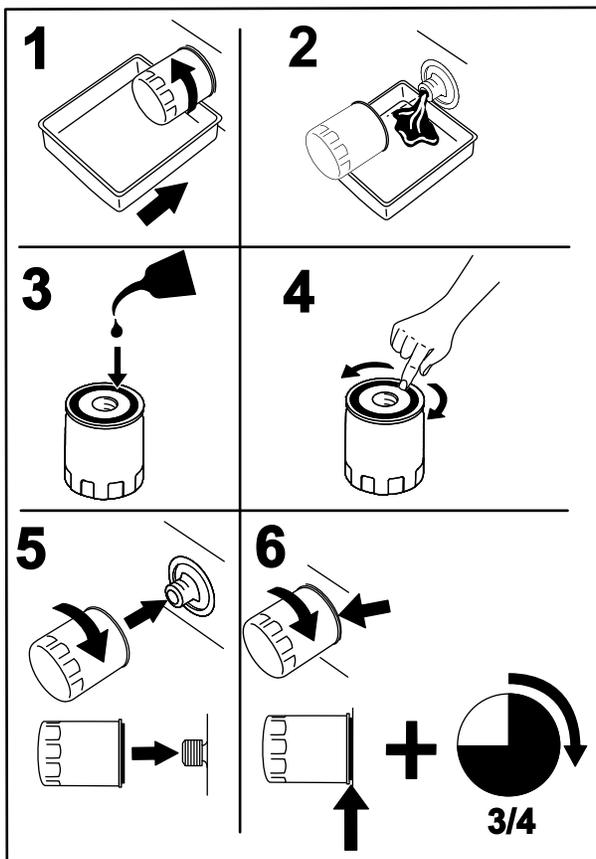

Bild 42
4. Stellen Sie ein Auffangwanne unter den Ölfiler und drehen ihn nach links, um ihn abzunehmen (Bild 42).